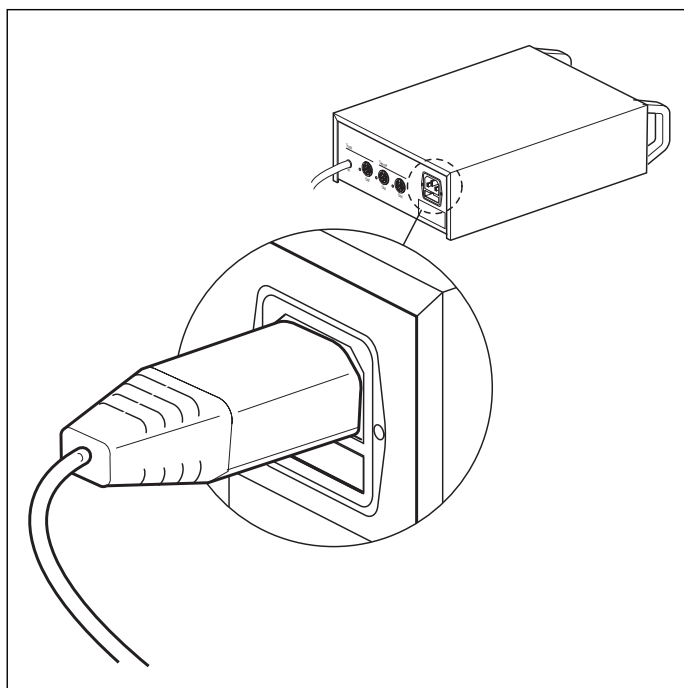

рисунок 34.5: Подача энергии
- 3 Соедините местный подходящий кабель питания с дополнительным блоком питания (см. рисунок 34.5).